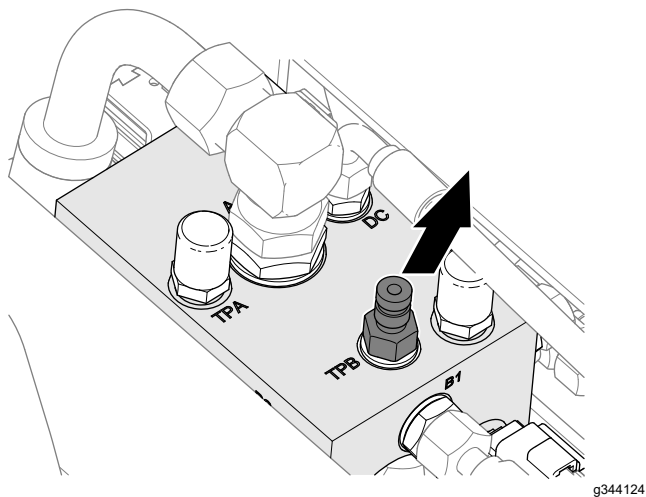

Bild 40
3. Setzen Sie die Staubkappe über das Minimess-Anschlussstück am Anschluss TPB (Bild 40).